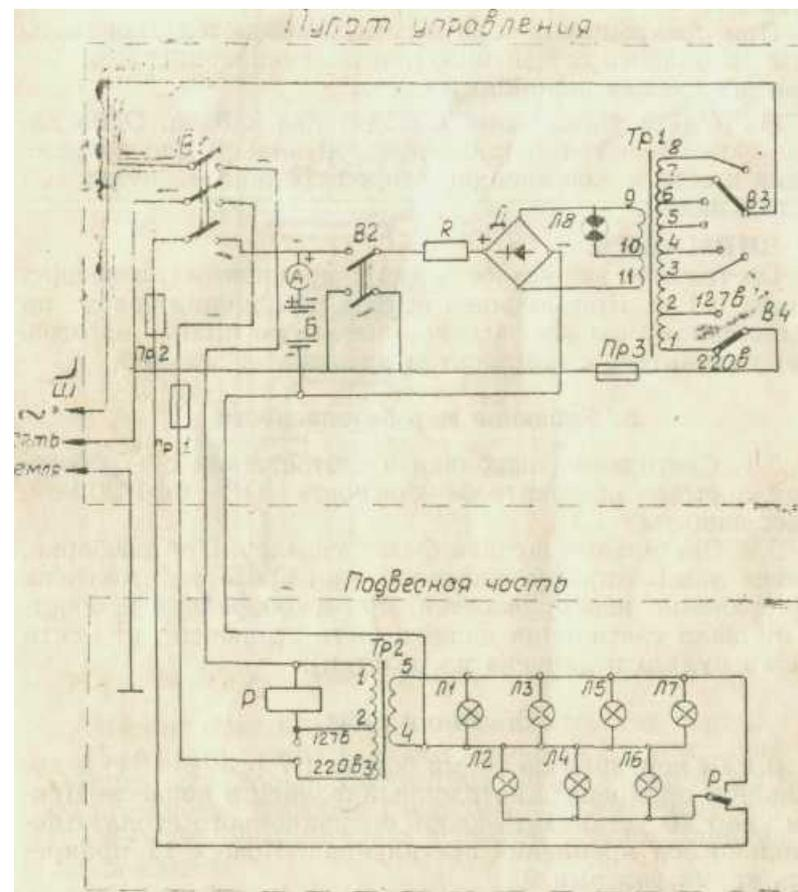

Рис. 3. Схема электрическая принципиальная
4.4. Схема электрическая принципиальная на светильник приведена на рис. 3.